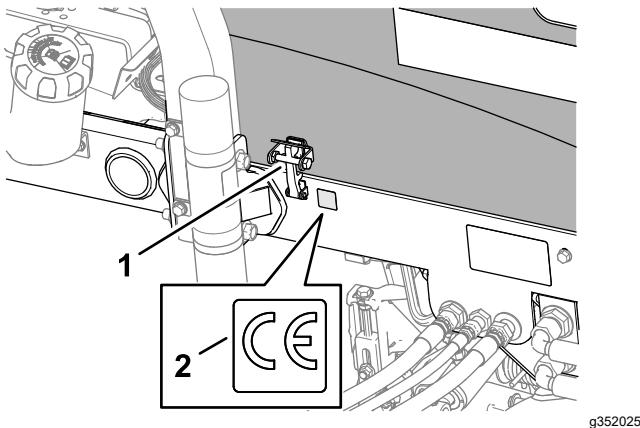

Figura 22
3. Limpie el bastidor izquierdo cerca del cierre del capó con alcohol, y deje que el bastidor se seque (Figura 22).
1. Cierre del capó (CE) 2. Pegatina CE (Pieza N° 133-8095)
4. Retire el papel protector y aplique la pegatina CE (Pieza N° 133-8095) al bastidor, como se muestra en la Figura 22.